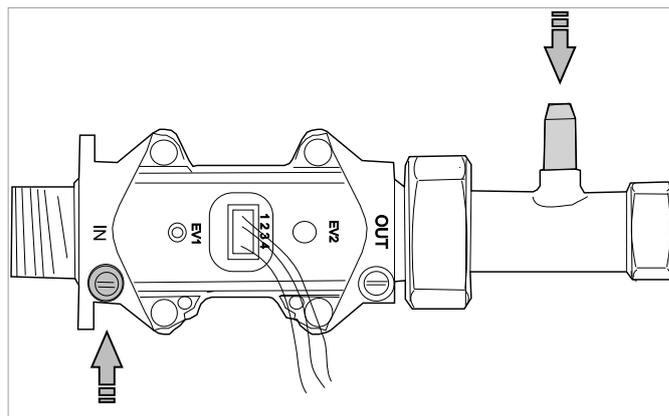

Figure 12 : Mesure de gaz
6. Toujours laisser un espace de 4 mm entre ce panneau et le cadre de la vitre pour que ce dernier reste accessible en cas de service (figure 12).